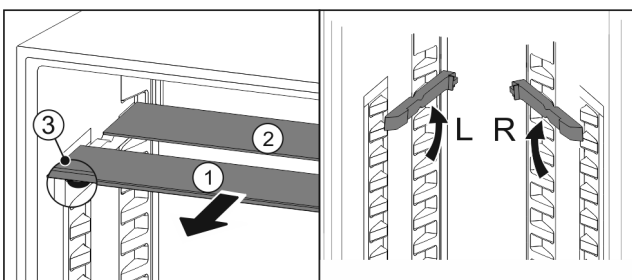

Fig. 72
- ▶ Glasplaten afzonderlijk vanaf de voorkant eruit trekken Fig. 72 (1).
- ▷ Glasplaat Fig. 72 (1) met sierlijst ligt voor.
- ▷ Stops Fig. 72 (3) zijn naar onder gericht.